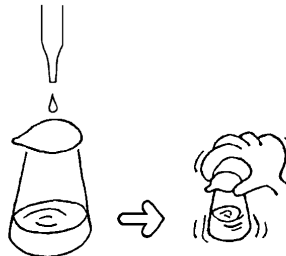

図3
3. R-2試薬を付属のポリピペットで1mL 加えて攪拌する。(図3)